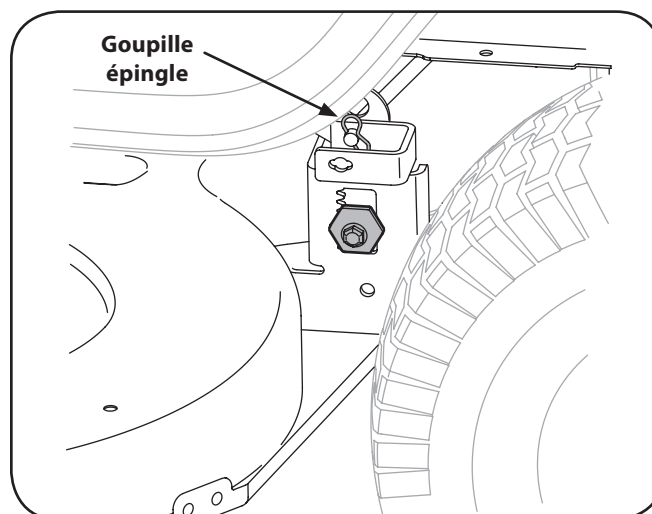

Figure 7-2 - 38 po
5. **Sur le plateaux de coupe de 38 po:** Placez-vous sur la gauche du tracteur et localisez la goupille fendue papillon de support du plateau de coupe sur le côté arrière gauche du plateau de coupe. Voir la Figure 7-2. Enlevez la goupille fendue papillon qui maintient la tige de retenue du plateau de coupe et dégagéz soigneusement la tige de retenue de la bielle de relevage du plateau de coupe. Répétez sur le côté droit.